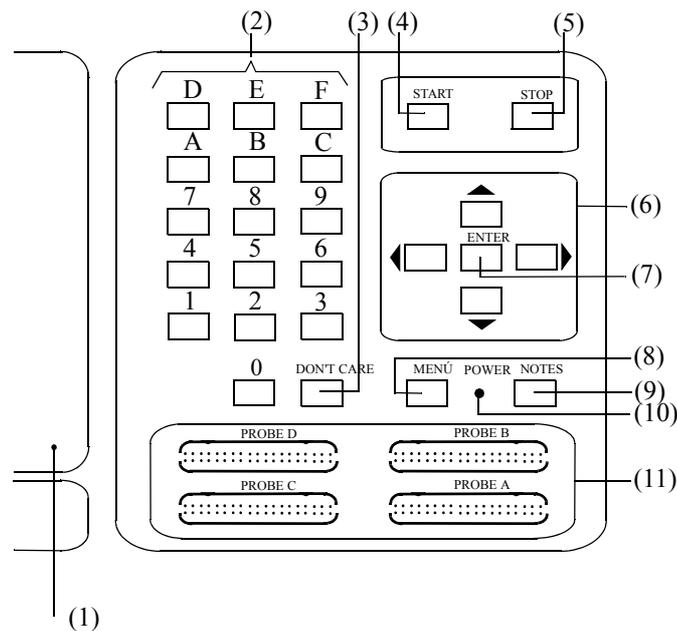

Figura 29: Descripción del panel frontal del analizador lógico
Los 64 canales del TEKTRONIX 1230 están organizados en 4 grupos de 16 canales (*probes* A, B, C y D, en la Figura 29). Cada grupo adquiere los datos de sus sondas en la misma base de tiempo que, sin embargo, puede ser distinta a la base de tiempos de otro grupo. Se consigue así recoger datos del circuito bajo test a diferentes frecuencias de muestreo simultáneamente. Esta base de tiempos a la que se muestrean las señales está determinada por un reloj. Si el reloj que se usa es el que proporciona el mismo analizador lógico se llama asíncrono. En muchos otros casos, el dato a capturar es significativo sólo en determinados instantes de tiempo y es el propio circuito bajo test el que proporciona la razón de muestreo. En este caso se llama reloj síncrono.
En la Figura 29 se muestra el panel frontal del analizador. Describiremos a continuación la funcionalidad de los mandos más significativos.
En primer lugar se realizarán las conexiones, conectando los terminales del circuito bajo test a los terminales del *Probe A* del analizador (Figura 29). Para ello, estando el analizador
- Menú de base de tiempo. a este menú se accede desde el menú principal pulsando la tecla 0 del teclado del analizador lógico (2 en la Figura 29). Por defecto, probablemente encontrará la información siguiente:
- la frecuencia de muestreo: aparecerá $1\mu s$. Con los cursores (6 de la Figura 29) sitúese en este campo y modifíquelo pulsando la tecla del 0 ó la del 2 hasta poner un período de muestreo de $10\mu s$ que es el que corresponde a 100KHz.
Una vez modificada la base de tiempo se puede pasar a la adquisición de los datos. Para ello pulse la tecla START (4 de la Figura 29). Tras finalizar la adquisición aparecerán las distintas formas de ondas en la pantalla.
A continuación se pasará al siguiente submenú, el de agrupación de canales. Para ello regrese al menú principal pulsando la tecla MENÚ (8 de la Figura 29).
Para conseguir la agrupación de canales que se pretende, la señal CK formará un nuevo grupo (que se llamará GPB) mientras que las otras líneas de salida seguirán formando el grupo GPA. Dado que inicialmente todos los canales se encuentran en el mismo grupo, lo primero a realizar es eliminar aquellos canales no usados y también aquellos otros que se quiera formen parte de otra agrupación. Para ello, con los cursores (6 en la Figura 29) posicione sobre aquel canal que quiere eliminar de la agrupación y cuando éste esté iluminado pulse la tecla 0. De esta forma el canal correspondiente pasará a formar parte de los canales no usados que se listan en la parte baja de la pantalla. Análogamente operará con el resto de los canales a eliminar consiguiendo así que GPA quede formado por las 4 líneas que deseaba (Q_3 Q_2 Q_1 Q_0 del contador bajo test).
A continuación se creará el nuevo grupo GPB. Para ello, con los cursores (6 en la Figura 29) sitúese sobre la palabra GPB. Cuando ésta esté iluminada teclee el nombre del canal que se va a añadir: en este caso es A0 que es donde está conectada la señal CK. En caso de cometer un fallo en el proceso pulse la tecla X y repítalo.
Por último se va a modificar la resolución con el fin de presentar los datos con una resolución de 48. Para conseguirlo pulse la tecla MENÚ (8 en la Figura 29) para volver al menú principal. Seguidamente pulse la tecla 9 del panel frontal del analizador lógico para entrar en el menú de tiempo. Sobre él, accionando las teclas 4 ó 5 se modifica la resolución de la pantalla en el sentido deseado. Cuando la haya fijado 48 comprobará que aparecen 5 estados de cuenta. A continuación varíe la resolución hasta conseguir ver todo el ciclo de cuenta del contador.